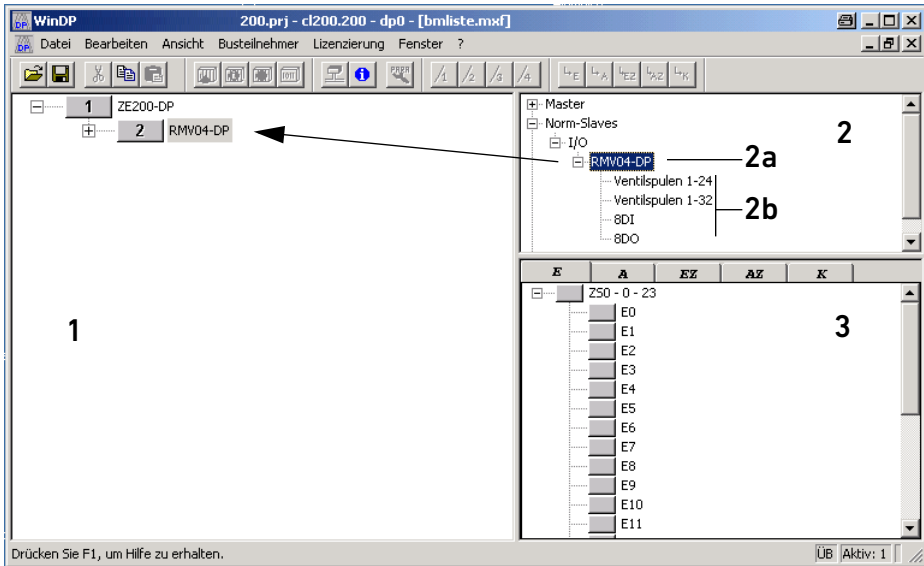

Abb. 13: Dialogfenster WinDP-Editor, Bezeichnung der Fenster
1. Rufen Sie das Dialogfenster des WinDP-Editors auf (siehe Abbildung 13).